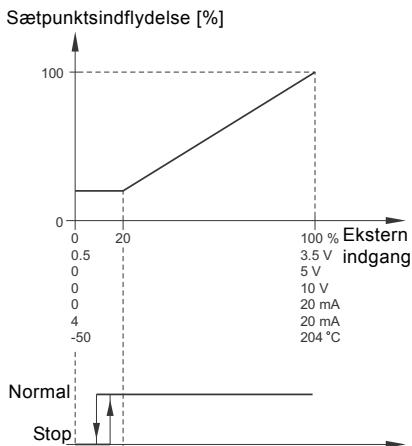

Fig. 48 Lineær med Stop
– I indgangssignalområdet fra 20 til 100 % påvirkes sætpunktet lineært. Hvis indgangssignalet er lavere end 10 %, skifter pumpen til driftsformen Stop. Hvis indgangssignalet er over 15 %, ændres driftsformen tilbage til Normal. Se fig. 48.